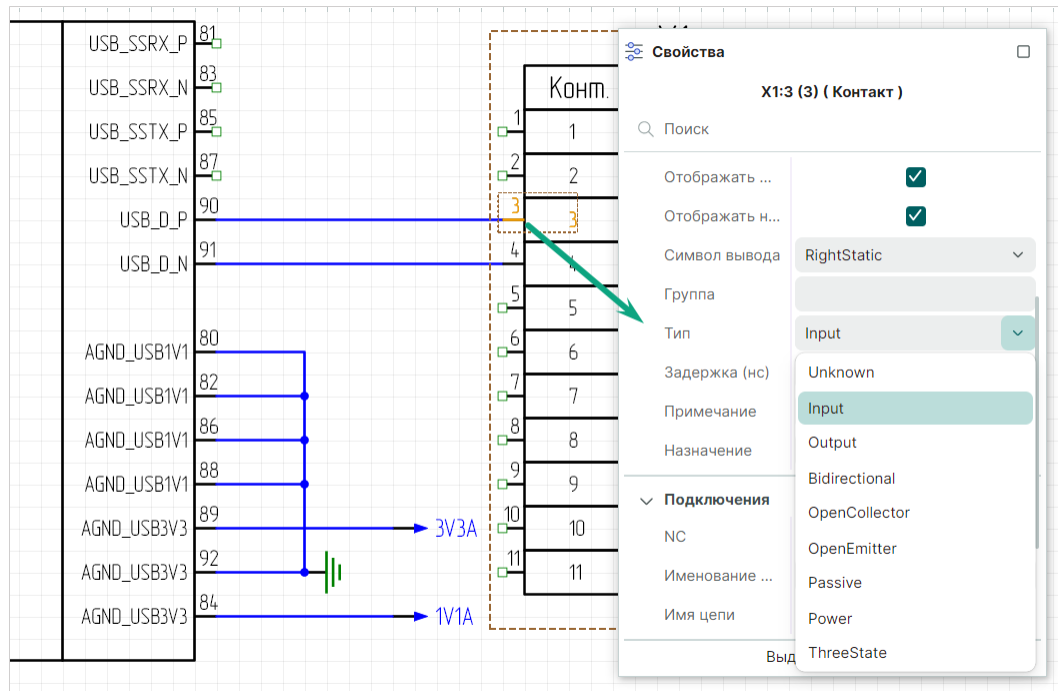

Рис. 144 Определение типа контакта элемента дифференциальной цепи
4. В окне «Свойства» → «Вывод» → «Тип» выберите тип контакта Input, см. Рис. 144.